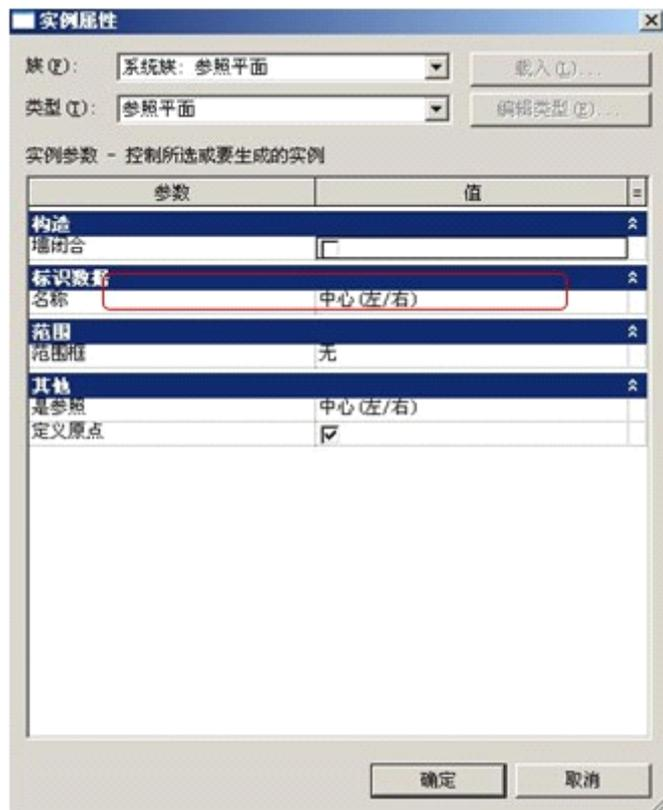

图 19.7-8
5. **编辑插入点：**进入参照标高视图，确定插入点。将原始参照平面的交点作为插入点，可选择这两条参照平面任一条，单击“图元属性”，打开“图元属性”对话框。将“是参照”设为“中心(左/右)”勾选定义原点，单击确定（如图 19.7-8 所示）。